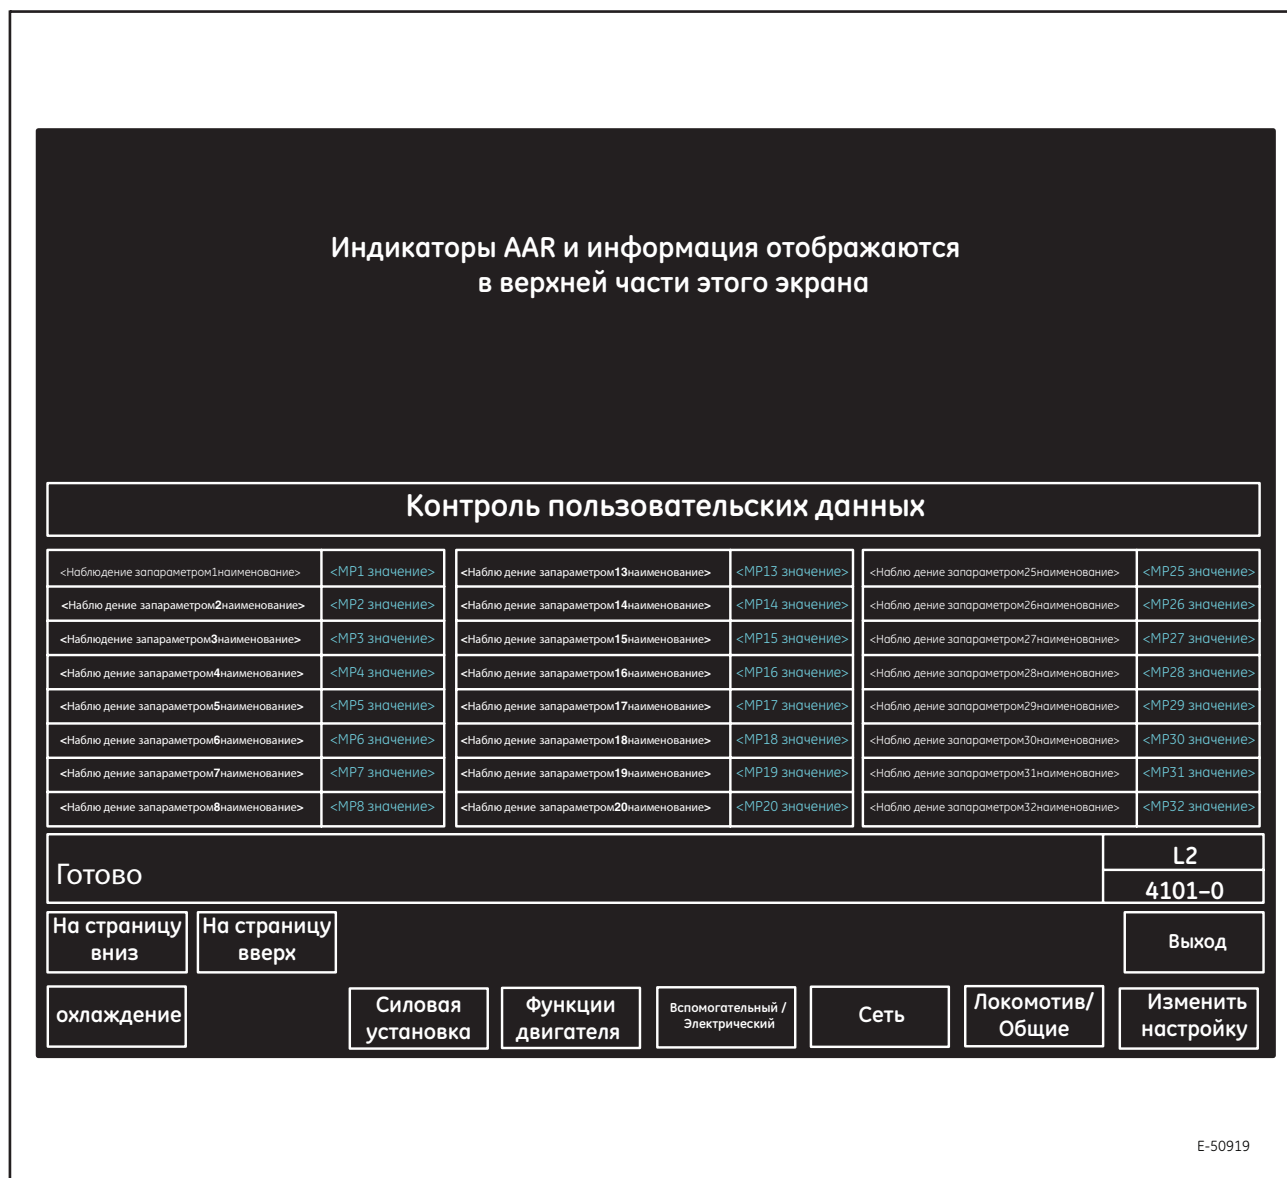
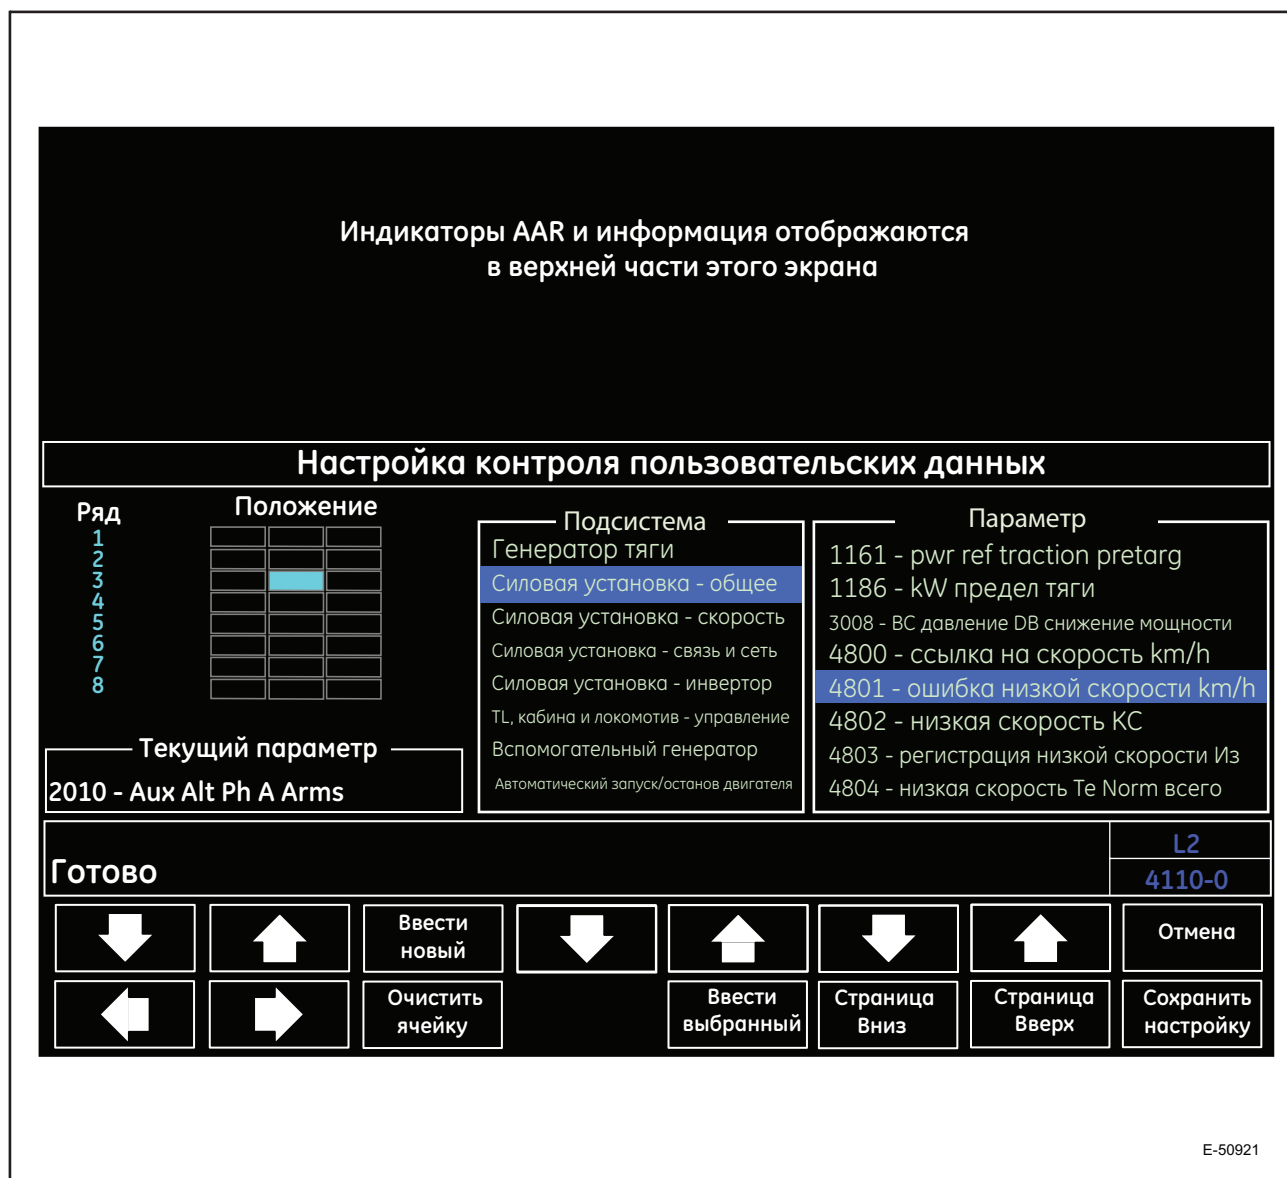

Рисунок 43. Типовой экран контроля пользовательских данных (4101-0)
Рисунок 44. Типовой экран настроек контроля пользовательских данных, экран по умолчанию (4110-0)
11. Сенсорная клавиша 8 (**Custom**) (Пользовательские) - отображает экран контроля пользовательских данных (4101-0, Рисунок 43). На этом экране непрерывно обновляются значения указанного пользователем набора параметров. Дополнительные сведения см. в разделе 3.6.21., *КОНТРОЛЬ ПОЛЬЗОВАТЕЛЬСКИХ ДАННЫХ* настоящей публикации.
- 11. Сенсорная клавиша 8 (**Custom**) (Пользовательские) - отображает экран контроля пользовательских данных (4101-0, Рисунок 43). На этом экране непрерывно обновляются значения указанного пользователем набора параметров. Дополнительные сведения см. в разделе 3.6.21., **КОНТРОЛЬ ПОЛЬЗОВАТЕЛЬСКИХ ДАННЫХ** настоящей публикации.
10. Сенсорная клавиша 8 (**Custom**) (Пользовательские) - отображает экран контроля пользовательских данных (4101-0, Рисунок 43). На этом экране непрерывно обновляются значения указанного пользователем набора параметров. Дополнительные сведения см. в разделе 3.6.21., *КОНТРОЛЬ ПОЛЬЗОВАТЕЛЬСКИХ ДАННЫХ* настоящей публикации.
На экране контроля пользовательских данных (4100-0 или 4101-0, Рисунок 43) отображаются и непрерывно обновляются значения параметров, заданных пользователем; всего таких параметров может быть до 54. Экран настройки контроля пользовательских данных позволяет машинисту изменять настройку контроля пользовательских данных - например, изменять отображаемые параметры и ячейки, в которых они отображаются.
Нажатие сенсорной клавиши 8 (**Custom**) (Пользовательские) на различных экранах контроля позволяет машинисту получить доступ к экрану контроля пользовательских данных (4100-0 или 4101-0, Рисунок 43).
10. Сенсорная клавиша 8 (**Change Setup**) (Изменить настройку) - отображает экран настройки контроля пользовательских данных (4110-0, Рисунок 44). Этот экран позволяет машинисту изменять определенный набор параметров. Дополнительные сведения см. в разделе 3.6.17., *КОНТРОЛЬ ВСПОМОГАТЕЛЬНЫХ ИНВЕРТОРОВ* настоящей публикации.
Экран настройки контроля пользовательских данных (4110-0, Рисунок 44) позволяет машинисту изменять отображаемые параметры и ячейки, в которых они отображаются. Имеются три состояния: По умолчанию, Ввод идентификатора и Подтверждение.
Нажатие сенсорной клавиши 8 (**Change Setup**) (Изменить настройку) на экране контроля пользовательских данных (4100-0 или 4101-0, Рисунок 43) позволяет машинисту получить доступ к экрану настройки контроля пользовательских данных (4110-0, Рисунок 44).
Экран по умолчанию (4110-0, Рисунок 44) инициируется для конкретного набора параметров и первый параметр при входе в экран будет всегда задаваться по умолчанию.
2. Сенсорная клавиша F7 (**Accept**) (Принять) – проверка действительности введенного идентификатора. Если он действителен, система обновит новую настройку и вернется к экрану контроля настройки пользовательских данных - экрану по умолчанию (4110-0, Рисунок 44).
3. Сенсорная клавиша F8 (**Cancel**) (Отмена) – отображение экрана настройки контроля пользовательских данных - экрана по умолчанию (4110-0, Рисунок 44). Дополнительные сведения см. в разделе 3.6.22.2., *НАСТРОЙКА КОНТРОЛЯ ПОЛЬЗОВАТЕЛЬСКИХ ДАННЫХ, ЭКРАН ПО УМОЛЧАНИЮ* настоящей публикации.
2. Сенсорная клавиша F8 (**Cancel**) (Отмена) – отображение экрана настройки контроля пользовательских данных - экрана по умолчанию (4110-0, Рисунок 44). Дополнительные сведения см. в разделе 3.6.22.2., *НАСТРОЙКА КОНТРОЛЯ ПОЛЬЗОВАТЕЛЬСКИХ ДАННЫХ, ЭКРАН ПО УМОЛЧАНИЮ* настоящей публикации.